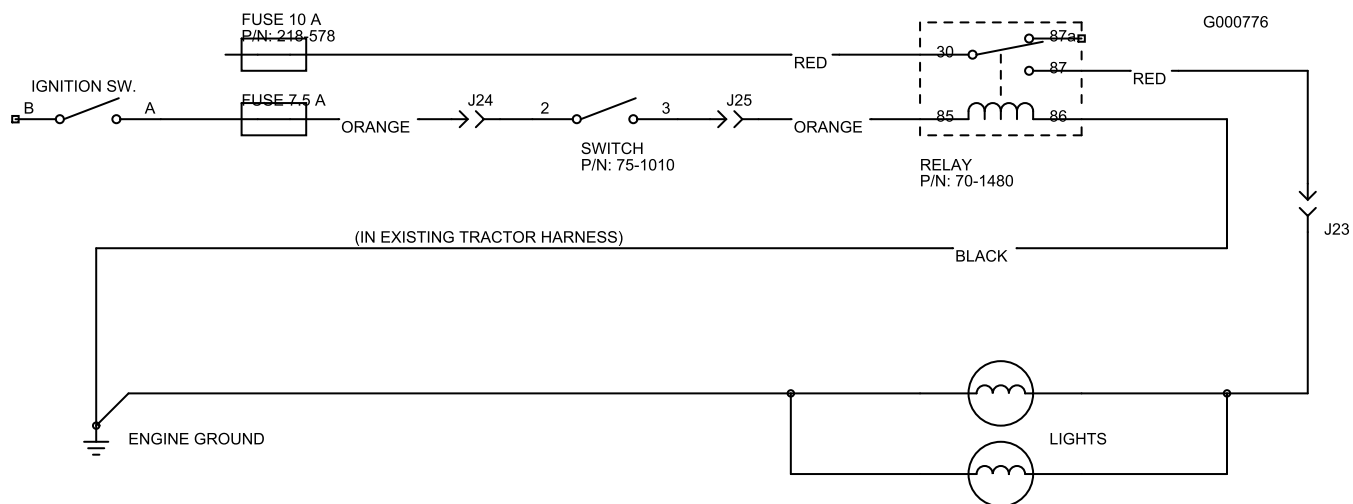

図 65
**重要** トラクションユニットにオプションのヘッドライトを取り付ける場合には、電気系統全体の整合性を確保するため、配線図(図 65)と下記のパーツ番号による部品を使用してください。